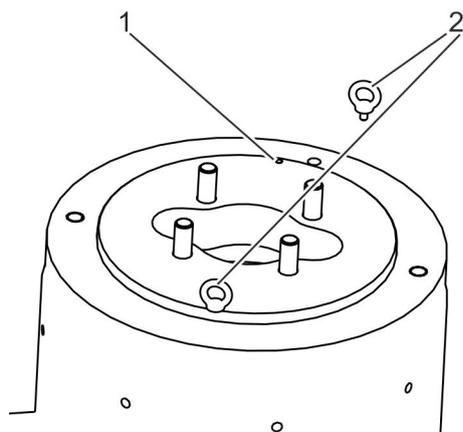

Abb. 8: Ringschrauben im Spanndeckel einschrauben
2. Ringschrauben (Abb. 8/2) in Gewindebohrungen (Abb. 8/1) am Spanndeckel einschrauben.
3. Sicherstellen, dass Ringschrauben (Abb. 8/2) vollständig im Spanndeckel eingeschraubt sind.
4. Ringschrauben (Abb. 8/2) am Hebezeug anschlagen.